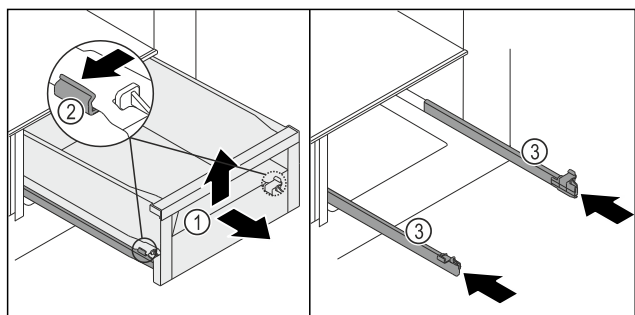

Fig. 199
- ▶ Izvucite ladicu Fig. 199 (1) do graničnika.
- ▶ Stezaljku Fig. 199 (2) lijevo i desno na vodilicama istovremeno lagano pritisnite prema van.
- ▶ Ladica Fig. 199 (1) se odvaja od vodilica.
- ▶ Podignite ladicu Fig. 199 (1) sprijeda.
- ▶ Izvadite ladicu Fig. 199 (1) prema naprijed.
- ▶ Ugurajte vodilice Fig. 199 (3).